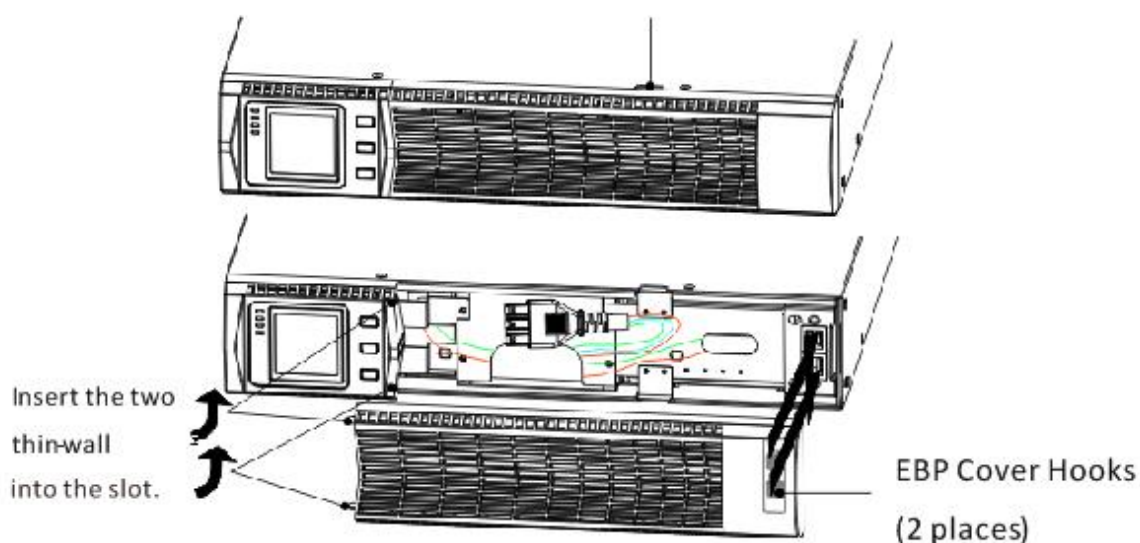

Рисунок 9 – Закрытие крышки
5. Вставить крышку обратно, как показано на рис. 9. Убедитесь, что все провода уложены аккуратно и не повредятся.